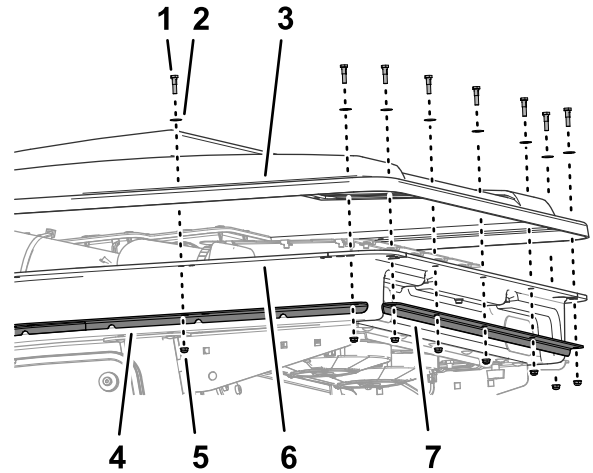

Figura 27
3. Retire los 22 pernos de cuello largo, las 22 arandelas (5/16" x 5/8"), y las 22 contratuercas con arandela prensada (1/4") que sujetan la pestaña del techo a la pestaña del guarnecido y a las pletinas de sujeción de la cabina (Figura 27).